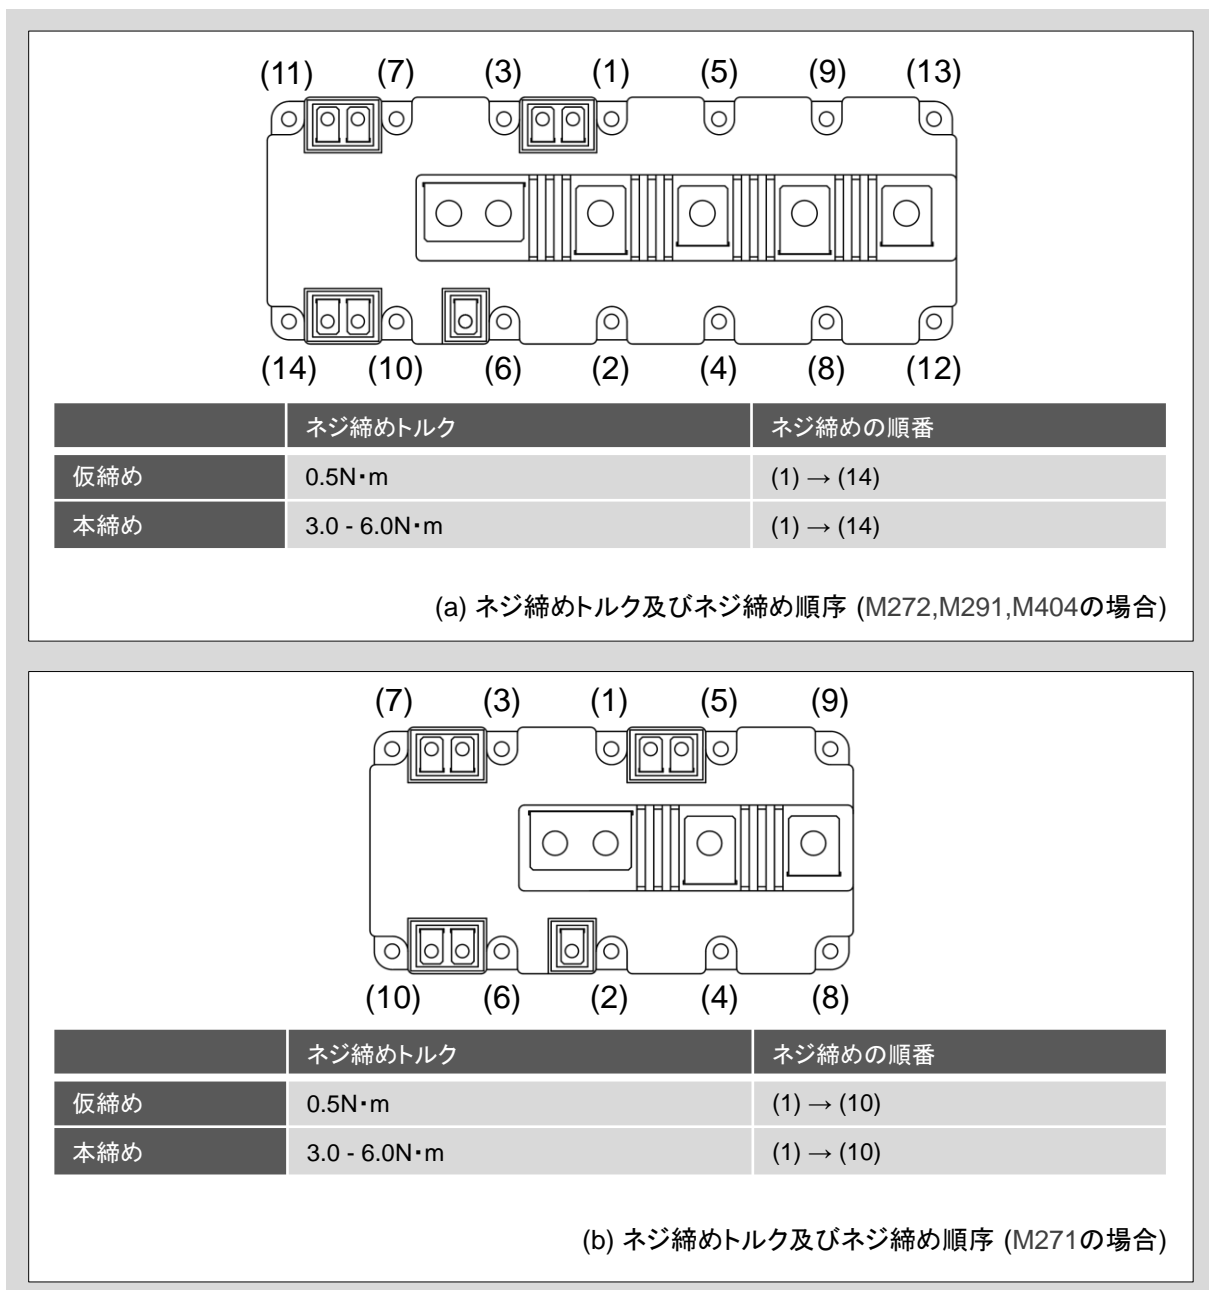

図3 実装手順
1. 図3 に示す(1)から(10) または (14)をM5ネジで仮締めを行います。仮締めトルクは0.5N・mで取り付けてください。
2. 本締めも仮締めと同様に(1)から(10) または (14)の順で規定のトルクである3.0 - 6.0N・mで取り付けてください。